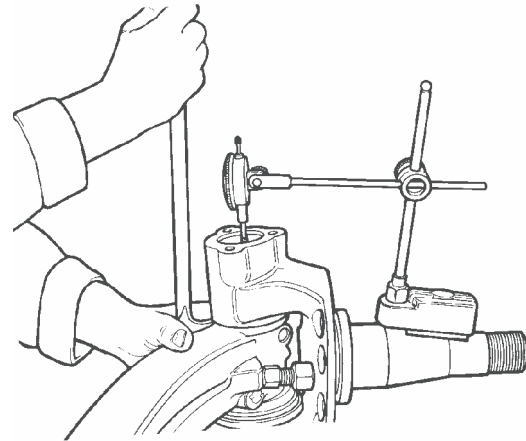

Figura 85
- Ponga una palanca entre la punta de eje y el topo de la viga. Fuerce la punta de eje para arriba y mida la holgura. Figura 85.